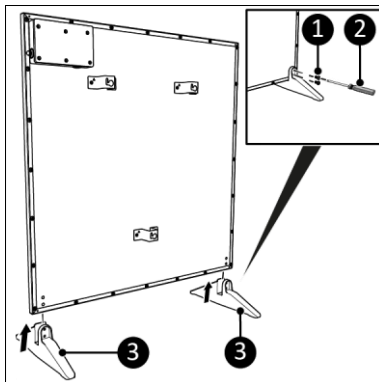

Figure 6
3. Placez les pieds (figure 6, pos. 3) sur les deux côtés du corps principal.
4. Vissez et serrez chaque pied avec deux vis (figure 6, pos. 1) à l'aide d'un tournevis Philips (figure 6, pos. 2).